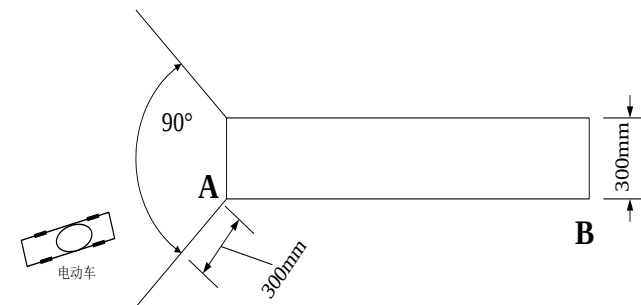

图3 自动驶上跷跷板示意图
- (1) 将电动车放置在地面距离跷跷板起始端A点 **300mm**以外、**90°扇形区域**内某一指定位置（车头朝向跷跷板），电动车能够**自动驶上**跷跷板，如图3所示。